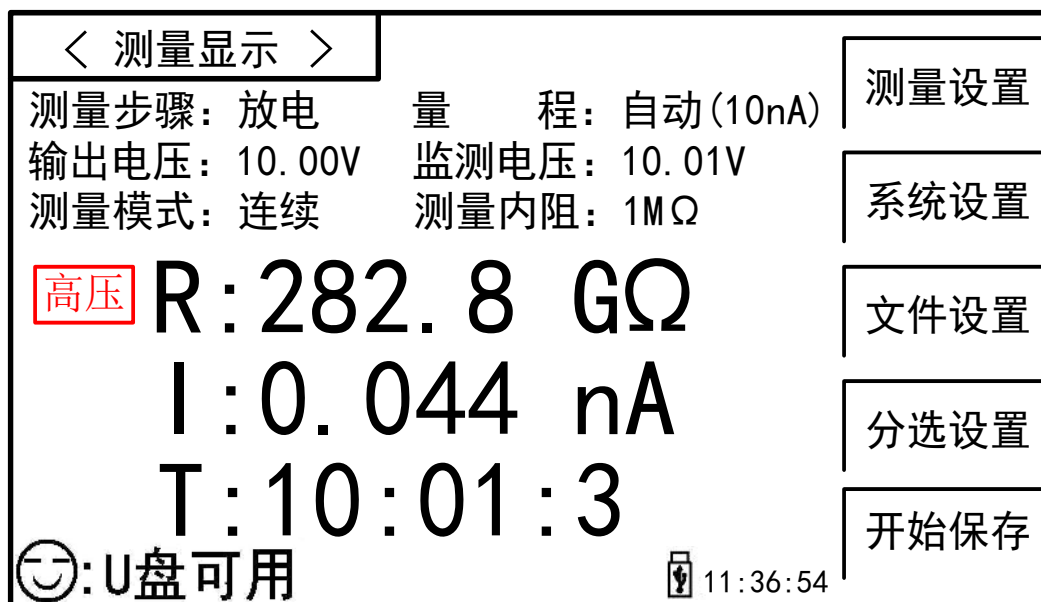

图 2-5 TH2683A 显示主界面
- 使用菜单按键（[MEAS], [SYSTEM], [FILE]）和测量显示页的软键触摸区选择你想要显示的页面（参考图 2-5）。